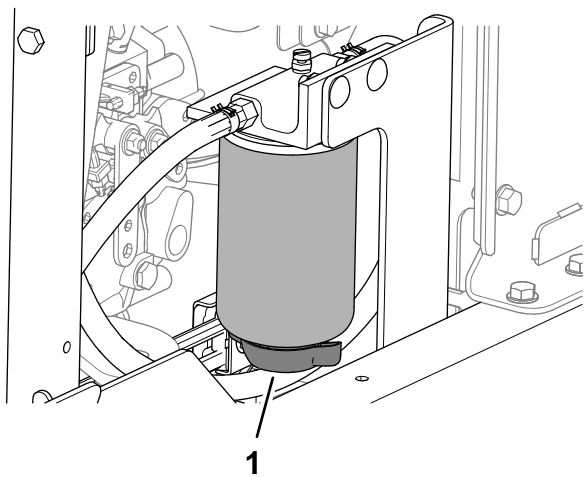

Figura 81
3. Alinhe uma bandeja de drenagem sob a válvula de drenagem do separador de água-combustível (Figura 81).